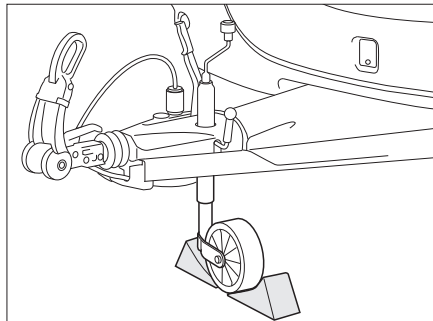

Bild 166 Stützrad sichern
- Das Stützrad quer zur Fahrtrichtung stellen und mit geeigneten Hilfsmitteln sichern (Bild 166).